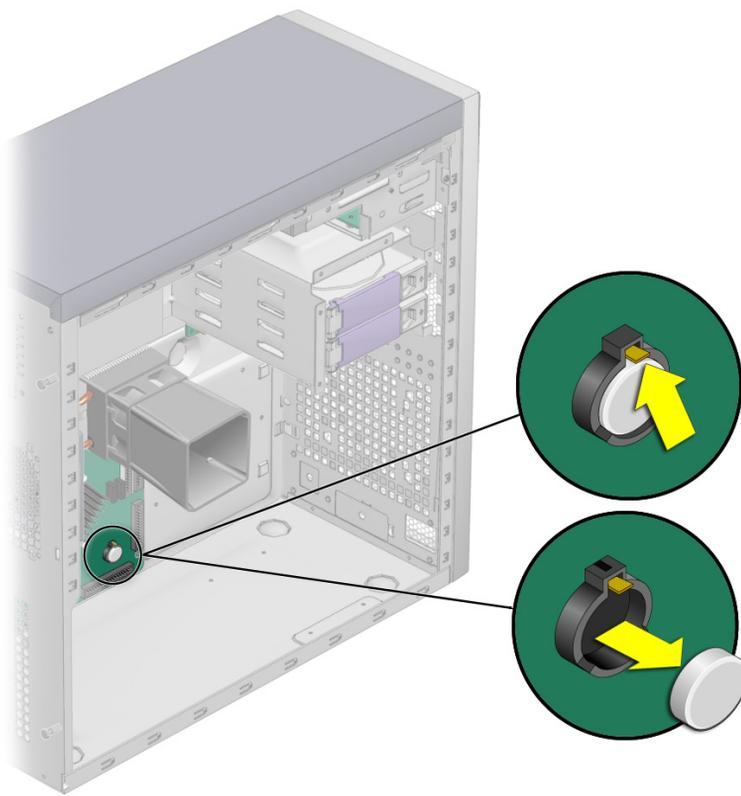

РИС. 4-21 Извлечение системной батарейки
4. Прижимайте пальцами фиксатор к батарейке до выдвижения батарейки из гнезда на материнской плате (см. РИС. 4-21).
5. Приподнимите батарейку с целью её извлечения (см. РИС. 4-21).